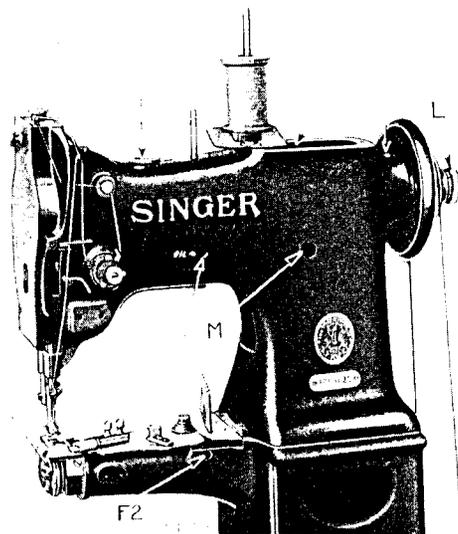
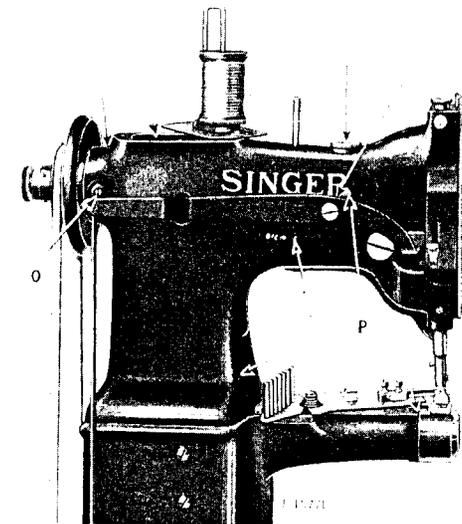
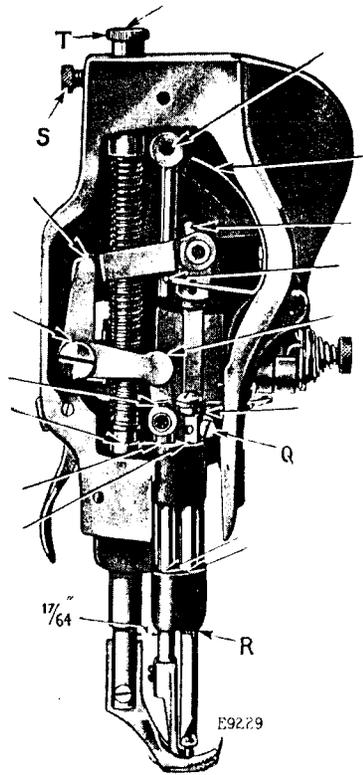
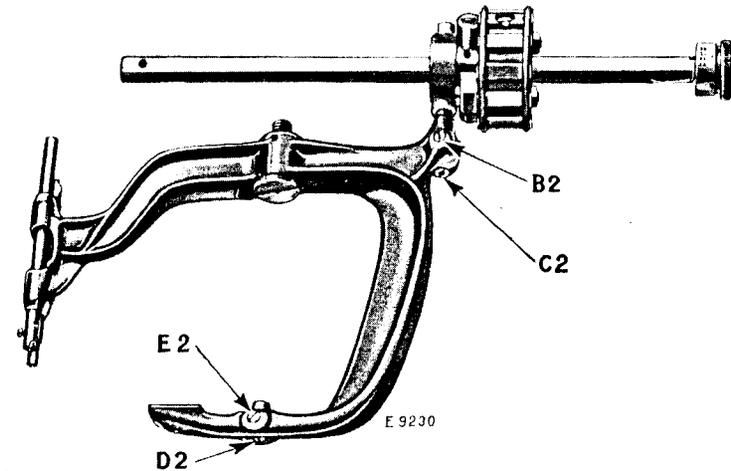

FIG. 17. PUNTOS PARA ACEITAR EN EL FRENTE DE LA MÁQUINA
FIG. 18. PUNTOS PARA ACEITAR EN LA PARTE POSTERIOR DE LA MÁQUINA
FIG. 19
FIG. 23
La presión sobre el material se regula con el tornillo de mano (T, Fig. 19) situado encima de la máquina.
Para aumentar la presión del prensateles, se afloja el tornillo de ajuste (S, Fig. 19) que se halla en la parte posterior de la máquina, y se da vuelta al tornillo de mano (T) hacia la derecha o hacia abajo; y hacia la izquierda o hacia arriba para disminuir la presión. Una vez ajustada la presión, apriétese el tornillo de ajuste (S).
de tapa para la cama de la máquina, y póngase aceite en la mecha, como se aprecia en Fig. 18.
Aflójese el tornillo de mano que está en el extremo superior de la plancha frontal, levántese ésta, y acéitense la mecha y los cojinetes que queden a la vista, como se aprecia en Fig. 19; luego bájese la plancha frontal y apriétese el tornillo de mano.
En la barra de aguja que viene con la máquina de la fábrica hay marcadas, más o menos a $1\frac{1}{2}$ pulgadas de la base, dos líneas distantes $\frac{3}{32}$ de pulgadas una de otra. Cuando la barra de aguja está en su posición más baja, la marca superior debe quedar a nivel con la base de la armadura (R, Fig. 19).
Si la barra de aguja no está bien colocada, aflójese el tornillo de sujeción (Q, Fig. 19), ajústese la barra de aguja siguiendo las instrucciones en el párrafo anterior, y apriétese luego el tornillo (Q).
Dése vuelta al tornillo de mano (L, Fig. 17) hacia adentro para hacer la puntada más larga, aflójense los tornillos que sujetan la polea de correa del eje de conexión, dándole vuelta a la parte superior del volante hacia Ud. hasta que la barra de aguja haya llegado a su punto más bajo y vuelto a subir hasta que la marca inferior horizontal que cruza la barra de aguja (R, Fig. 19) aparezca al extremo de la armadura. Estando la barra de aguja en esta posición, dése vuelta al gancho de costura hasta que su punta quede exactamente en el centro del diámetro de la aguja, y al mismo tiempo el ojo de la aguja quede más o menos $\frac{1}{16}$ de pulgada debajo de la punta del gancho al entrar ésta en el lazo del hilo.
Ajústese el tornillo de mano (L, Fig. 17) de modo que la barra de aguja permanezca fija, y luego cerciórese de que la distancia entre la barra vibratoria y la barra alzadora sea de $\frac{1}{6}$ de pulgada, como puede juzgarse por la Fig. 19. Cuando esta distancia es de $\frac{1}{8}$ de pulgada, la aguja está en posición correcta en relación con la plancha de aguja.
Si la distancia entre las barras vibratoria y alzadora es de más o de menos de $\frac{17}{64}$ de pulgada, introdúzcase un destornillador por el agujero (M, Fig. 17), y aflójese con él el tornillo de sujeción (B2, Fig. 23); insértese un destornillador largo por debajo de la máquina y hacia arriba en la sección vertical del brazo, y dése un poco de vuelta hacia adentro o hacia afuera, según se necesite, al perno que conecta al impelente con la biela (C2, Fig. 23), hasta que la distancia entre las barras vibratoria y alzadora sea de $\frac{17}{64}$ de pulgada. Una vez terminado este ajuste apriétese bien el tornillo (B2).
Si se afloja el perno de bisagra de la armadura de la barra de aguja y de la plancha impelente (inferior) (D2, Fig. 23), esto puede ajustarse como se indica a continuación:
Introdúzcase un destornillador por el agujero (F2, Fig. 17), aflójese el tornillo (E2, Fig. 23) de la armadura, apretando el perno de bisagra inferior (D2, Fig. 23) sólo lo suficiente para eliminar la flojedad causada por no estar bien apretado. Apriétese el tornillo (E2), y vuélvase a armar el eje del gancho de costura y la polea, sincronizando el eje mencionado según instrucciones en página 18.
Después de haber sacado el árbol de la barra de aguja, sáquese el tornillo de posición (P, Fig. 18) por la parte posterior del brazo, introdúzcase una varilla doblada por el agujero encima del brazo, y empújese hacia afuera el buje.
Desmóntese la correa de la polea inferior; quítese el tornillo de mano regulador del impelente (L, Fig. 17), y también la rueda volante. Aflojese el tornillo (O, Fig. 18) del buje trasero que se halla en la parte posterior del brazo, y sáquese el buje. Levántese la correa todo lo posible hacia la abertura que está encima del brazo, sacándola por el espacio que ocupaba el buje.